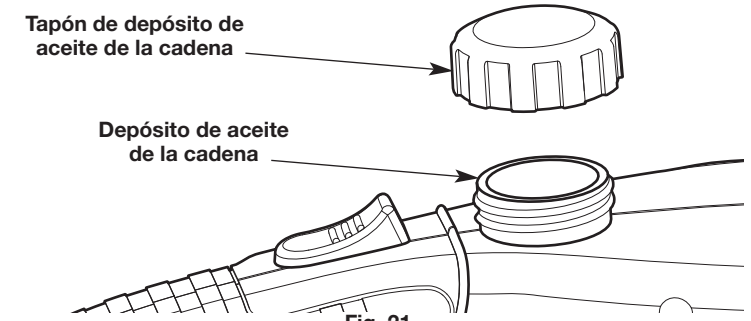

Fig. 21
3. Desenrosque la tapa del depósito de aceite (Fig. 21).